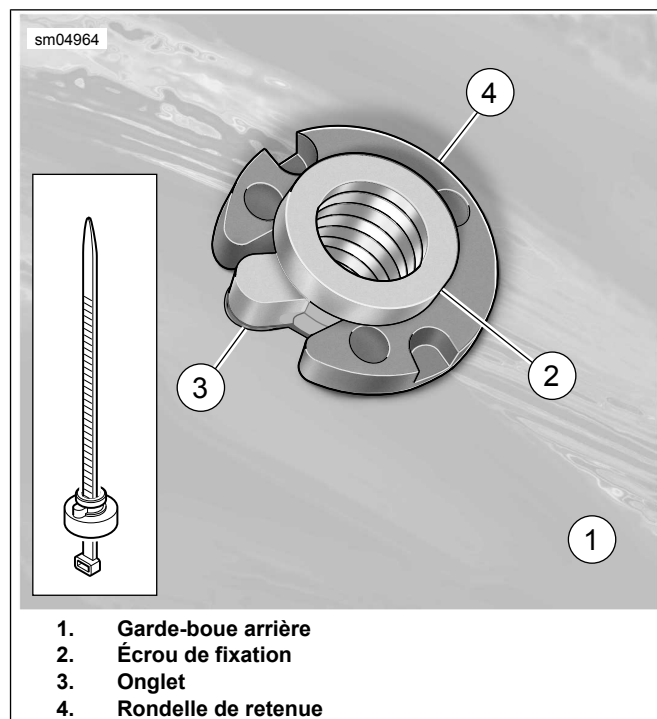

Figure 3. Installer l'écrou de fixation de la selle
1. Voir la Figure 3. Glisser le nouvel écrou de fixation (2) sur la sangle de câble.
3. Aligner la languette (3) sur l'écrou de fixation et maintenir l'écrou de manière serrée sur la face inférieure du garde-boue arrière. Aligner et installer la rondelle de retenue (4).